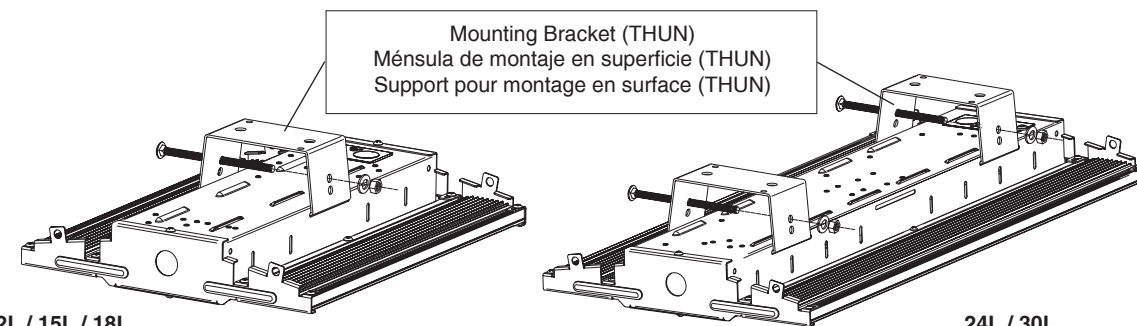

Figure 4
- 3) Install supplied nut and lock-washer. Properly tighten nut to secure THUN bracket around center channel- **See Fig 4.**
- 3) Instale la tuerca y la arandela de seguridad suministradas. Ajuste adecuadamente la tuerca para asegurar la ménsula THUN alrededor del canal central. **Ver Fig. 4.**